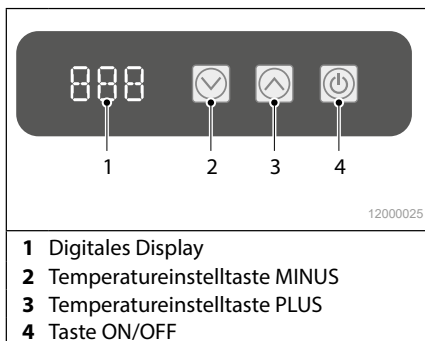

Abb. 39 Bedienelemente Kühltisch
- ▶ Einschalten: Drücken Sie bei der ausgeschalteten Kühlbox die Taste ON/OFF (Abb. 39/4) 4 Sekunden lang.
Das Display (Abb. 39/1) leuchtet auf.
- ▶ Ausschalten (Standby): Drücken Sie bei der eingeschalteten Kühlbox die Taste ON/OFF (Abb. 39/4) für 4 Sekunden.
- Mit der Taste $\triangle$ (Abb. 39/3) wird die Temperatur erhöht.
- Mit der Taste ∇ (Abb. 39/2) wird die Temperatur verringert.